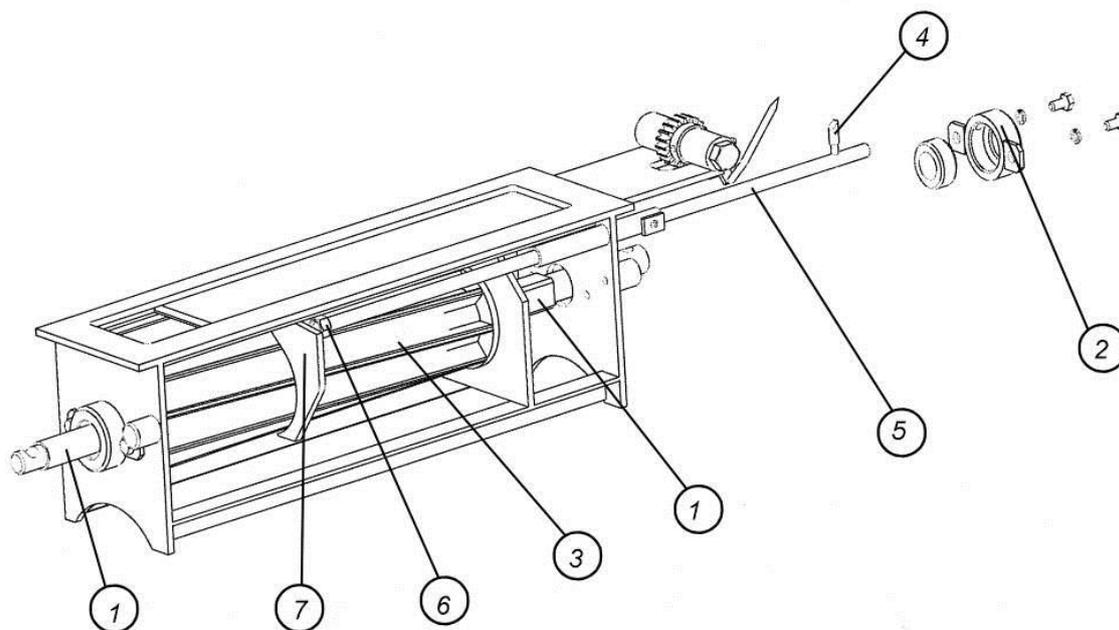

Рис.6.2.3. Разборка переднего дозатора (продолжение)
3. Открутить болты крепления подшипника скольжения 2 к задней стенке дозирующего узла (рис.6.2.3).
4. Выдвинуть квадратный вал 1 с подшипником 2 назад (см. рис. 6.2.3) и освободить высевальный валик. Если дозирующий узел давно не разбирался, вал 1 будет выниматься с затруднением. Выкрутите указатель 4 из прутка 5. Освободить контргайку 6 и выкрутить пруток 5 из пластины 7. Вынуть пластину 7 и валик 3 из дозирующего узла.